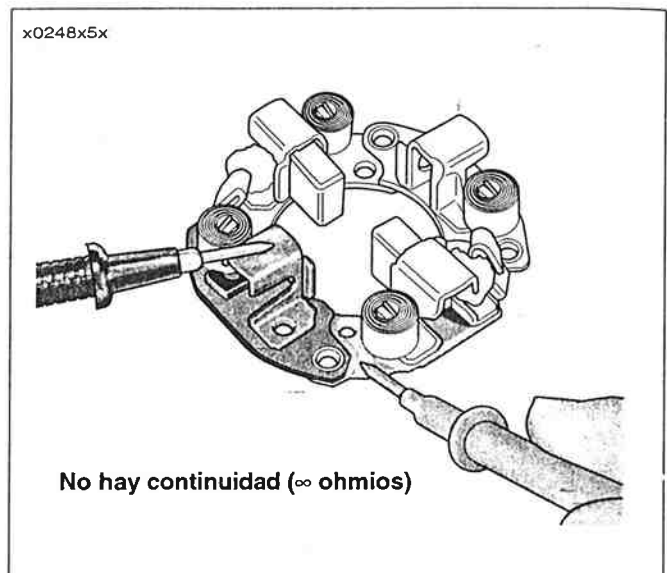

Figura 5-13. Prueba de aislamiento del portaescobillas
14. Vea la Figura 5-13. Pruebe el AISLAMIENTO DEL PORTAESCOBILLAS con un óhmetro o probador de continuidad.